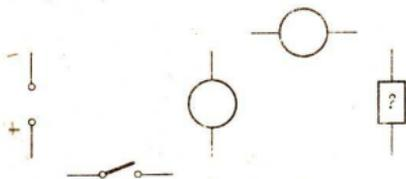

Bild 13 Schaltskizze, nur teilweise gezeichnet
- Vervollständigen Sie die Schaltskizze (Bild 13)!